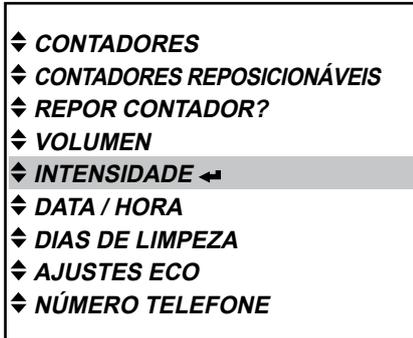

Fig. 36
1. Prima a tecla Enter ◀ para aceder ao menu «INTENSIDADE». (Fig. 36)